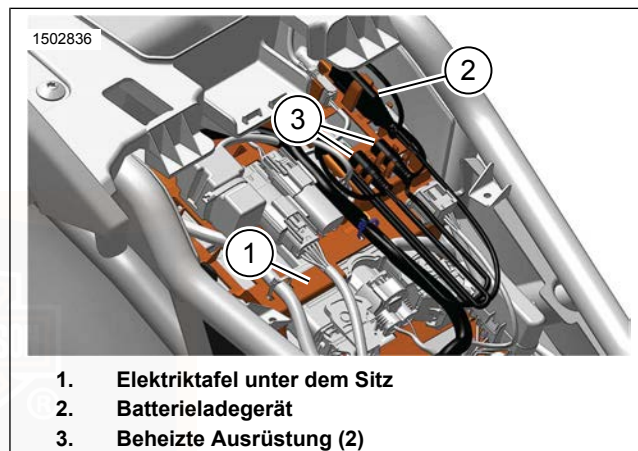

Abbildung 42. Unter dem Sitz
Siehe Abbildung 42. Die Steckverbinder für beheizte Ausrüstung (3) befinden sich in der Elektrihtafel unter dem Sitz (1). Um Schäden während des Betriebs zu vermeiden, müssen die Steckverbinder für beheizte Ausrüstung ordnungsgemäß verlegt werden.
2. Siehe Abbildung 42. Die unter dem Sitz versteauten Steckverbinder für beheizte Ausrüstung (3) aus der Elektrihtafel (1) entfernen.